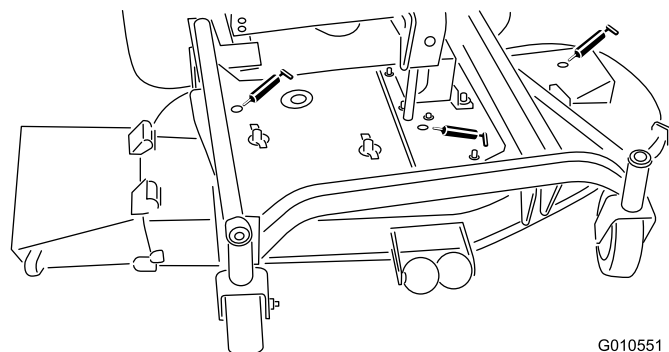

Figura 15
- casquilhos do eixo da lâmina (Figura 15)